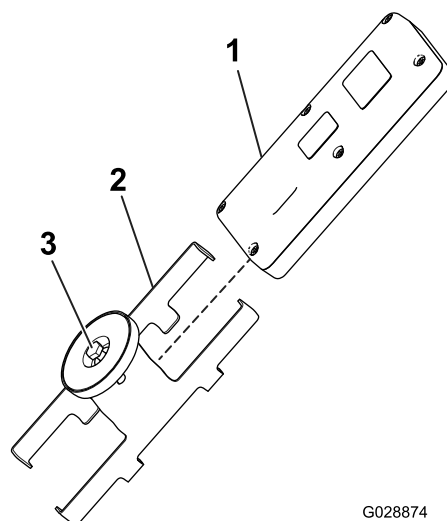

Figura 19
5. Instale el control remoto de mano en el soporte magnético remoto, una las dos mitades para ajustarlo y apriete el perno del imán (Figura 19).